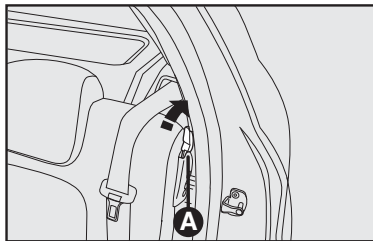

fig. 107
4) Desencaixar o encosto, movendo as alavancas laterais A-fig. 107 no sentido da seta.
Para isso, destravar a alavanca da direita ou da esquerda **A-fig. 107** e rebater para a frente o encosto até obter uma única superfície de carga.